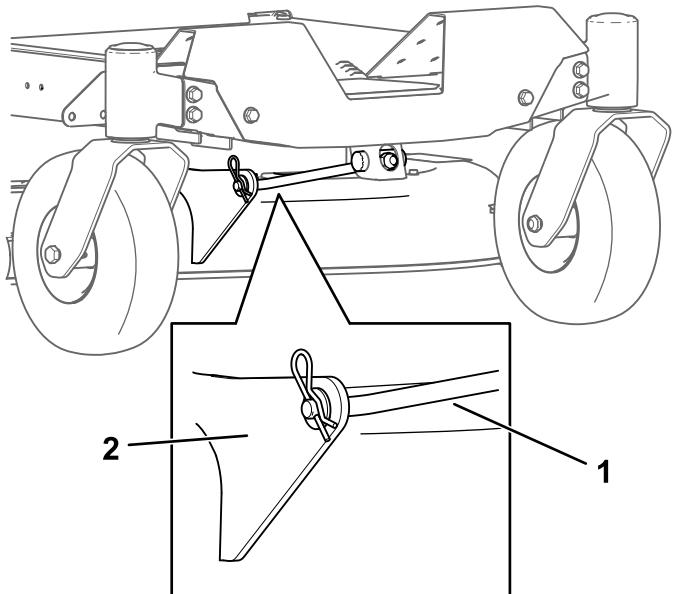

Figure 65
4. Retirez la goupille fendue de la tige de support avant et déposez la tige du support de tablier (**Figure 65**).
- Fixez la tige de support avant au tablier de coupe à l'aide de l'axe de chape et de la goupille fendue (Figure 65).